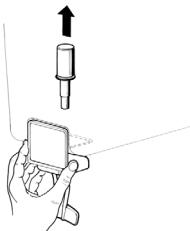

Bild 3
- 5 Schwerkraftventil: den Kolben herausziehen und danach den Betätigungshebel des Ventils abmontieren (Bild 3).